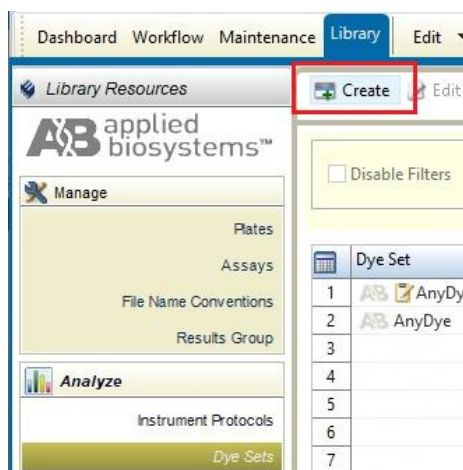

Рисунок 9
4. В верхней части нажать кнопку «**Create**» (рисунок 9).